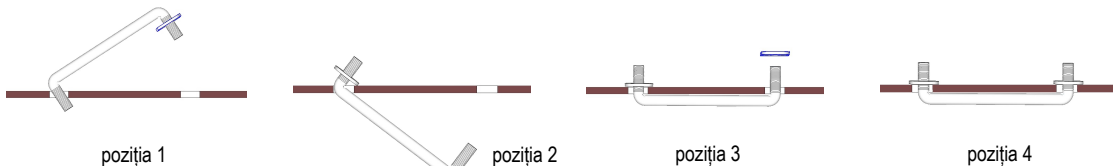

figura 4
1. Se introduc scoabele în găurile executate în tabla acoperișului, respectând pași **figura 4**.